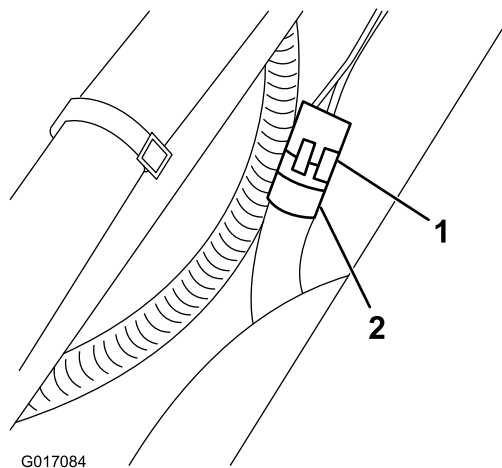

Figura 4
5. Conecte el extremo del arnés de cables del velocímetro que lleva un conector estanco de 3 pines al conector del motor de rueda (Figura 4).